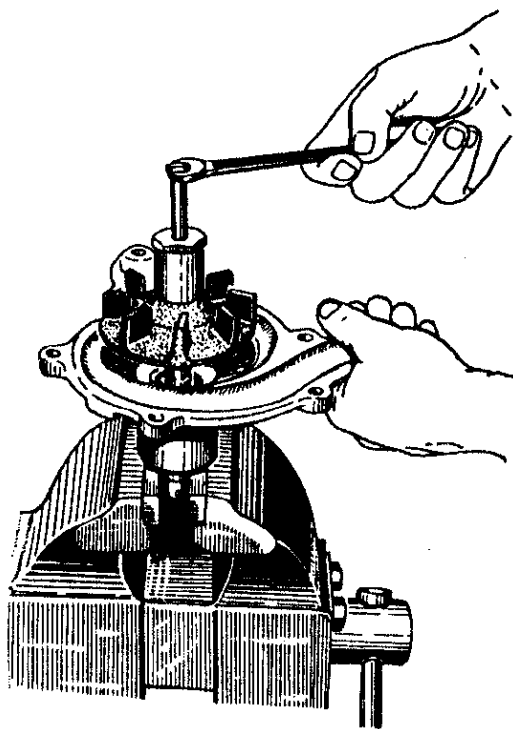

Рис.63. Снятие крыльчатки водяного насоса
3. Съёмником спрессовать крыльчатку с вала водяного насоса (рис.63). Перед снятием крыльчатки, чтобы не повредить резьбу на валике водяного насоса, между торцом валика и болтом съёмника необходимо поставить шайбу.